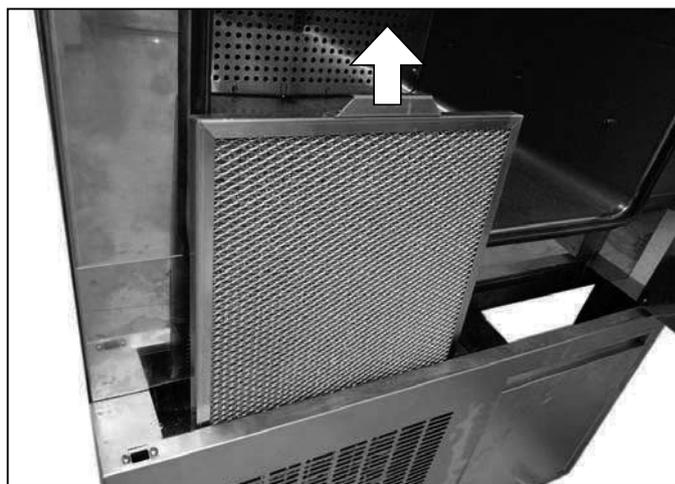

Fig. 41 Estrarre il filtro dell'aria
3. Estrarre il filtro tirandolo verso l'alto dalla maniglia (Fig. 41).